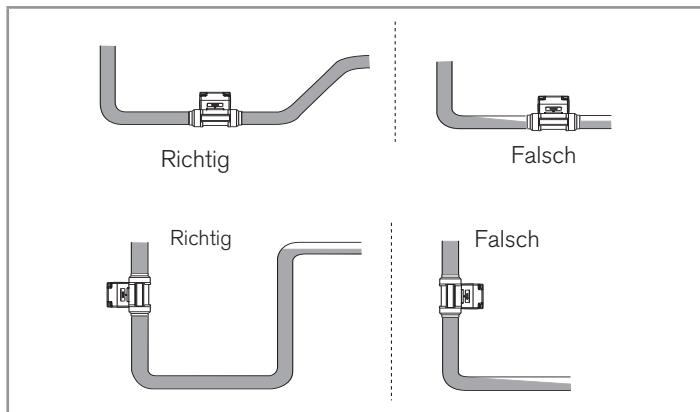

Bild 5: Füllung der Rohrleitung
- Darauf achten, dass die Rohrleitung am Gerät immer gefüllt ist (Bild 5).